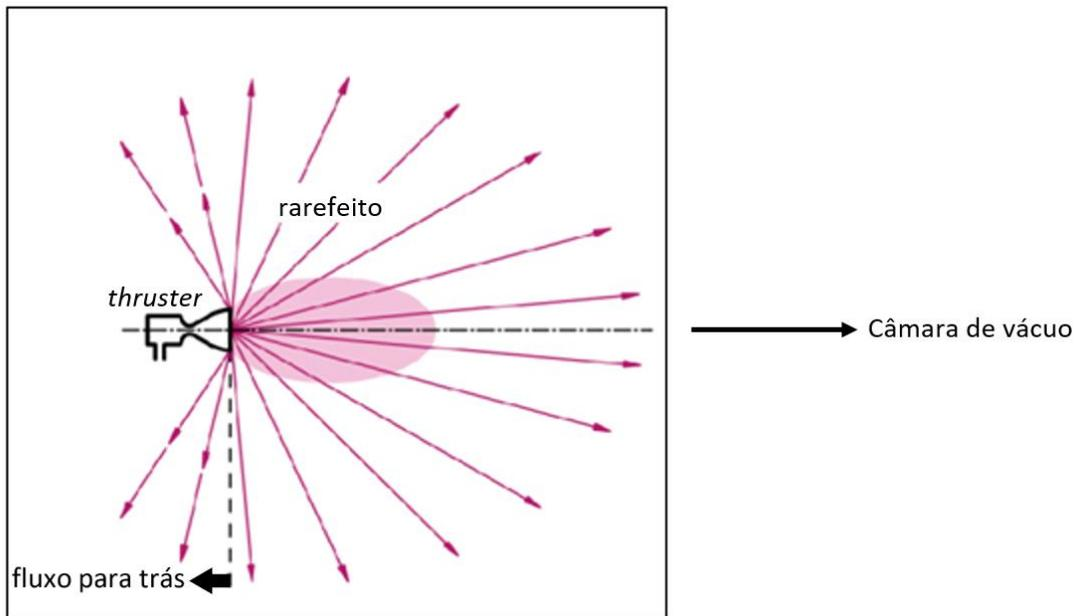

Figura 1 – Thruster dentro da câmara de vácuo, mostrando o jato expelido.
Após o lançador colocar o satélite em órbita, algumas manobras são necessárias; por exemplo: colocar o satélite na órbita correta, mudar de órbita etc. Essas manobras são realizadas por propulsores (*thrusters*) acoplados ao satélite e o seu funcionamento é feito por meio de comandos enviados da Terra. Estes *thrusters* utilizam propelentes, sendo a hidrazina o mais utilizado, embora atualmente ocorra intensa pesquisa para substituí-lo por outros propelentes. A qualificação desses *thrusters* é feita em câmaras de vácuo com bomba de vácuo, medidores para acompanhar o vácuo, válvulas etc. Quanto melhor o vácuo, melhor para a qualificação, para evitar que as moléculas de ar interfiram no jato expelido pelo propulsor conforme indicado na Figura 1, regime de fluxo de Knudsen com livre caminho médio de 0,1-100mm. Os propulsores são especificados conforme o empuxo obtido: 1N, 10N...400N. Os de baixo empuxo são utilizados em pequenos satélites. Esta questão está relacionada ao dimensionamento do sistema de vácuo com relação a dois *thrusters*: de 1N e de 10N.
- A) Determine a faixa de pressão para (I), (II), (III) e (IV). Utilize potências de 10, pressão em mbar e os símbolos maior do que (>) ou menor do que (<).**
- B) As câmaras de vácuo para testes de thrusters são, em geral, de grandes dimensões (5m³, 10m³ ou mais). Durante a operação o thruster expele gases (Figura 1) e dentro da câmara a equação que governa os parâmetros físicos é a equação**